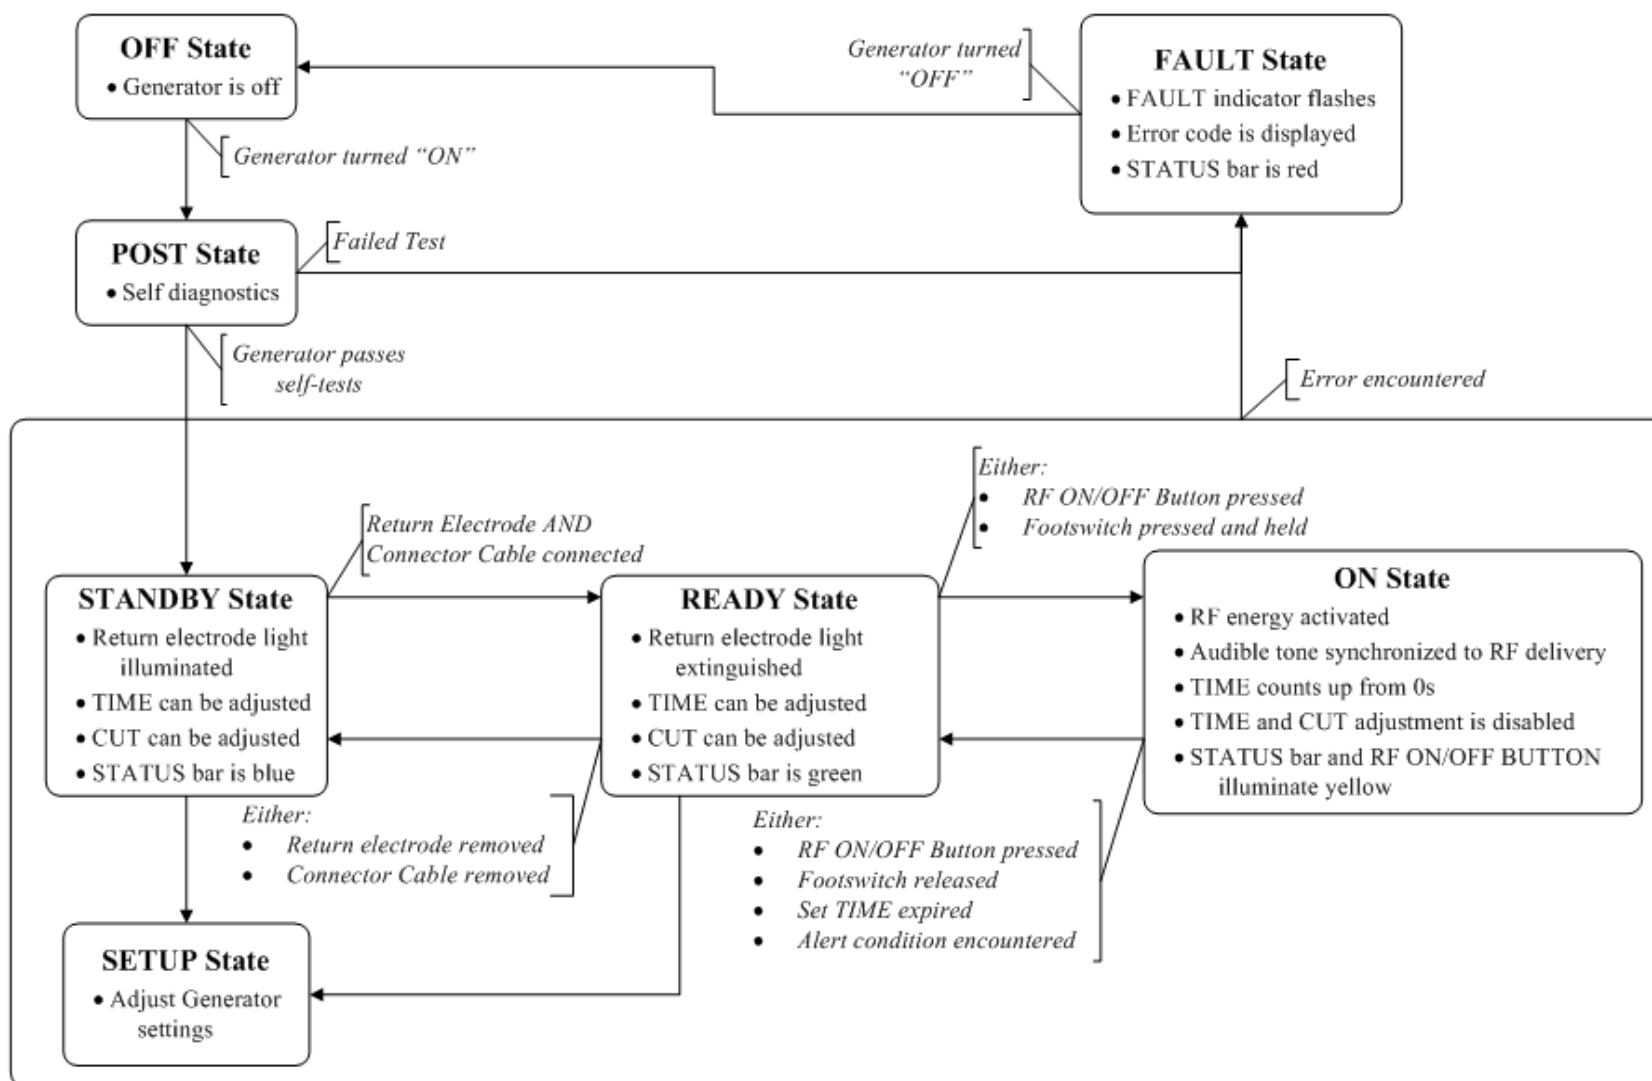

Figura 5-3 - Fluxograma dos Estados do Gerador
- (5) **Barra do ESTADO:** Esta janela apresenta o ESTADO atual do Gerador. Os vários estados do Gerador e como eles estão relacionados são apresentados em Figura 5-3 - Fluxograma dos Estados do Gerador
- (6) **Janela de Configuração do TEMPO:** Esta janela apresenta a duração desejada de saída de RF (em segundos). Esta janela também apresenta as funções para as teclas suaves usadas para ajustar a definição de TEMPO.
- (7) **Teclas suaves da coluna esquerda:** Estas teclas permitem o ajuste do parâmetro. A sua função é apresentada no ecrã à direita da tecla suave, quando aplicável. Por exemplo, as setas para cima ▲ e para baixo ▼ são apresentadas quando as teclas devem ser usadas para aumentar ou diminuir uma definição.
- (8) **Janela de Configuração de CORTE:** Esta janela apresenta o modo de CORTE desejado. Os modos de CORTE são específicos ao Dispositivo RF e descritos na Seção 9.3. As instruções de utilização do Dispositivo de RF devem ser consultadas para as definições adequadas a usar. Esta janela também apresenta a função para as teclas suaves usadas para ajustar a definição de CORTE.
- (9) **Teclas suaves da coluna direita:** Estas teclas permitem o ajuste do parâmetro. A sua função é apresentada no ecrã à esquerda da tecla suave, quando aplicável. Por exemplo, as setas para cima ▲ e para baixo ▼ são apresentadas quando as teclas devem ser usadas para aumentar ou diminuir uma definição.
- (10) **Teclas suaves da linha inferior:** Estas teclas suaves têm várias funções. A função de cada tecla é apresentada no ecrã acima da tecla suave, quando aplicável.
- (11) **Janela de Mensagem:** Esta janela apresenta mensagens informativas e funcionais quando necessário.
- (12) **Conexão do Eléctrodo de Retorno:** Esta ligação isolada do paciente é para a conexão de um eléctrodo (de retorno) dispersivo aprovado. **Utilize apenas eléctrodos dispersivos que cumpram com ou excedam os requisitos de IEC 60601-2-2:2009.** Podem ser usados eléctrodos de não monitorização (folha simples) ou de monitorização (folha dupla).
- (13) **Ligação do Cabo Conector:** Esta ligação isolada do paciente é para a conexão do cabo conector de RFP-100A. O utilizador deve consultar as instruções de utilização do Dispositivo RF para seleccionar o modelo de cabo conector apropriado.
- (14) **Indicador e Botões RF ON/OFF:** Quando prime e solta, este botão inicia o fornecimento de tensão de RF quando o Gerador está no estado PRONTO. Este botão conclui o fornecimento de tensão de RF quando o Gerador está no estado ON. O indicador no botão acende-se a amarelo quando o Gerador está no estado ON.
- (15) **Porta USB (lateral):** Quando uma pen de memória USB é conectada, os dados de tratamento dos últimos vinte 20 fornecimento de tensão de RF são descarregados. Quando conectado à esquerda, os dados de fornecimentos subsequentes de RF são descarregados numa base por tratamento.